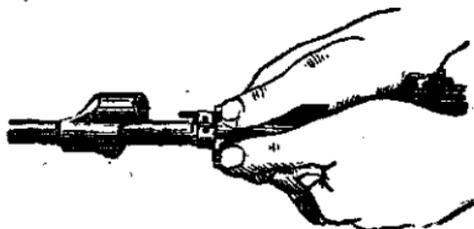

Рис. 19. Сдвигание соединительной муфты
**б) Отделить цевье** (цевье отделяется в редких случаях: при удалении складской смазки, после попадания автомата в воду и т. п.). Взять автомат левой рукой за цевье, правой рукой с помощью отвертки или пенала принадлежности повернуть замыкатель цевья на пол-оборота вперед; большими пальцами обеих рук (рис. 19) сдвинуть соединительную муфту с цевья к газовой камере; подать цевье вперед и отделить его от ствола.